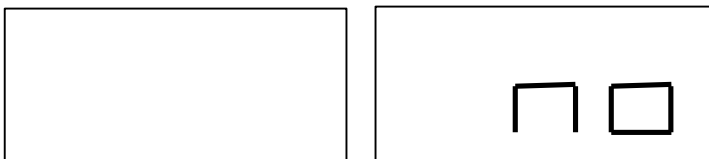

Fig. F6.2 El Programa de Pesos Ocultos no es posible o la posición escogida no está admitida
2. Pulse [F+P5] para ejecutar el programa de Pesos Ocultos. Si la rueda es balanceada por el lado externo, la máquina visualizará en la pantalla derecha el mensaje de la figura F6.2 durante un segundo, aproximadamente, y se emitirá un pitido triple para indicar que la operación no está permitida.
6. Si el ángulo es mayor, la máquina visualizará el mensaje de la figura F6.2 durante un segundo y emitirá un pitido triple para indicar que se debe escoger otro punto. Si, en cambio, el ángulo es menor que 120°, la máquina visualizará el mensaje de la fig. F6.4, para continuar con el paso siguiente.
8. Si el ángulo escogido es mayor que 120°, la máquina visualizará la fig. F6.2 durante un segundo y emitirá un triple pitido, lo cual significa que es necesario repetir el procedimiento del paso 7. Si, por el contrario, el ángulo es menor que 120°, la máquina visualizará inmediatamente el valor del peso externo W2.